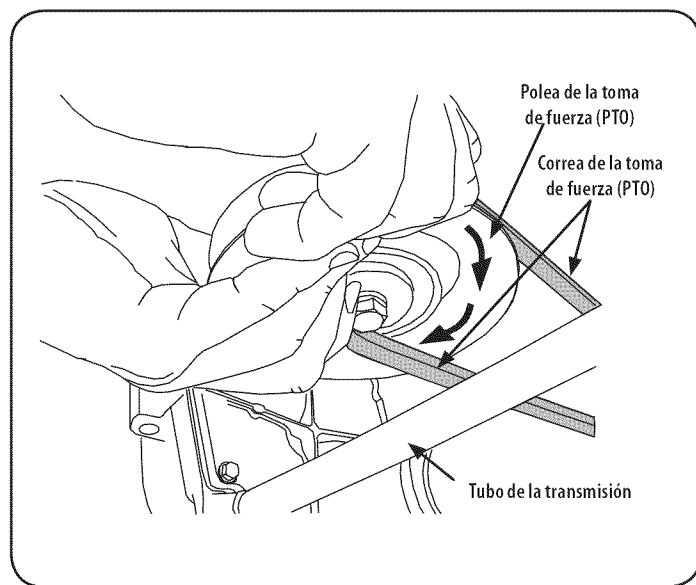

Figura 30
- d. Mientras sostiene la correa hacia abajo, siga girando la polea del PTO hasta que la correa se deslice fuera de la polea. Consulte la Figura 30.
11. Tire del lado derecho de la correa hacia atrás y colocar el lado estrecho V de la correa en la polea del PTO. Ver Figura 30.
12. Mientras sostiene la correa y la polea juntas, rote la polea hacia la izquierda (Ver Figura 30). Continúe oprimiendo y girando la polea y la correa hasta que la correa esté totalmente enrollada en la polea del PTO.